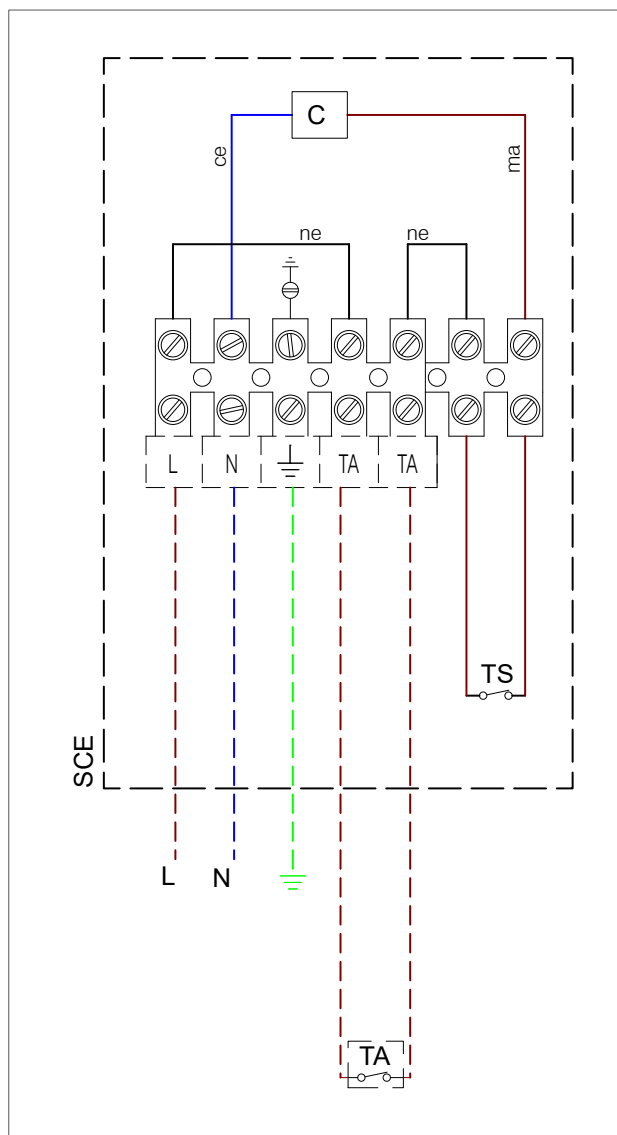

fig. 1
- › rimuovere il coperchio della scatola elettrica ed effettuare i seguenti collegamenti sulla morsetteria "B" (vedi fig. 1):